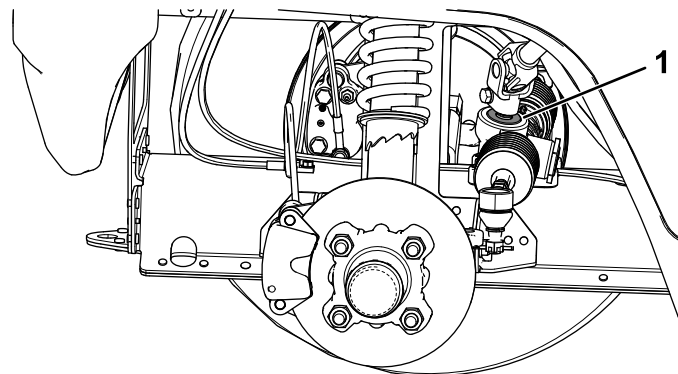

Figure 50
**Important:** Vérifier l'état et la fixation du joint de l'arbre de pignon (Figure 50).